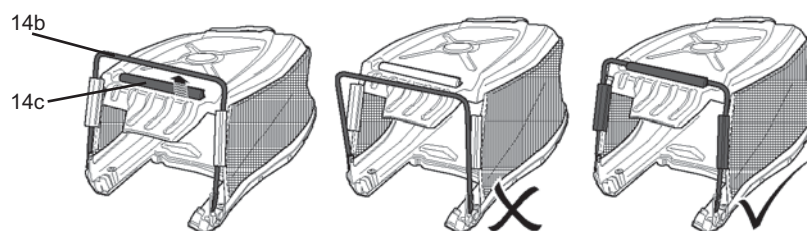

Fig.5
- > Tirez la bague de serrage vers le haut (14c) et verrouillez-la sur le châssis (14b) (Fig 5). Assurez-vous que les manches de serrage sur le côté sont correctement fixés sur le châssis.